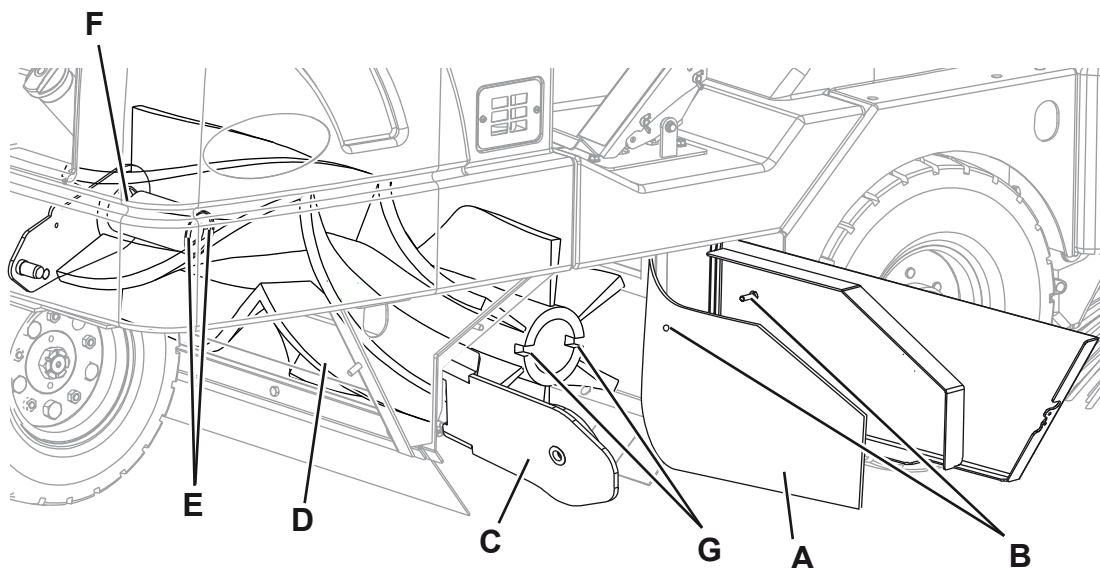

Abbildung 2
3. Zündschlüssel (66) drehen und Gerät einschalten.
4. Hauptkehrwalze mit dem Hebel (53) absenken.
5. Zündschlüssel (66) auf „0“ drehen, um Gerät auszuschalten.
6. Rechte Abdeckplatte (18) öffnen.
7. Die seitliche Schmutzfangklappe (A, Abb. 2) beiseite drücken und am Haltestift (B) befestigen.
8. Aggregat des Lenkhebels (C) vom Kern der Hauptkehrwalze (D) abnehmen.